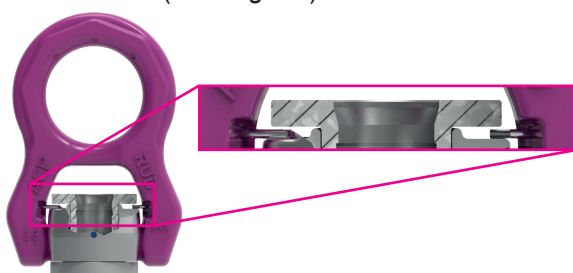

Fig. 13: Vista ACP in sezione. Sulla parte superiore della boccola è riconoscibile la foratura conica.
- Introdurre il bullone nella boccola dove è dotata di foro conico (vedi Fig. 13).